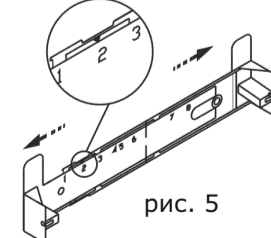

рис. 5
- увеличьте размер кронштейна (если это необходимо), раздвинув его, и установите фиксатор напротив цифры 2 (см рис. 5).